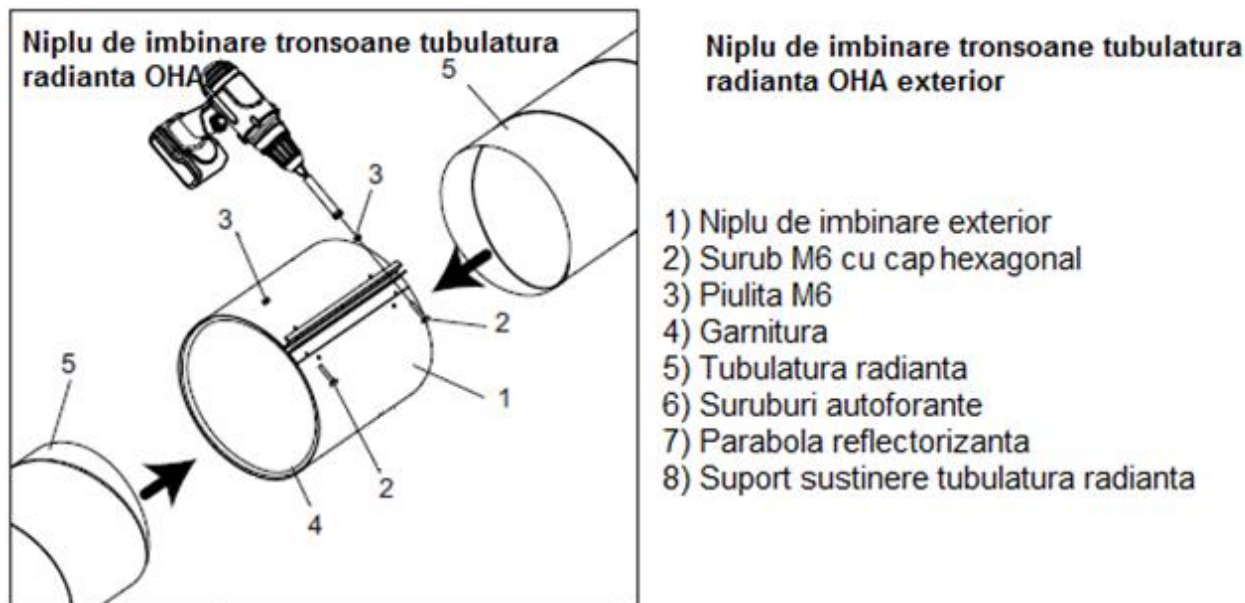

Fig. 4.30 Niplu exterior de imbinare a tronsoanelor de tubulatura
- 3) Odata pozitionate corect niplele, inchideti-le cu ajutorul suruburilor M6 hexagonale si piulitele din dotare (fig. 4.30)